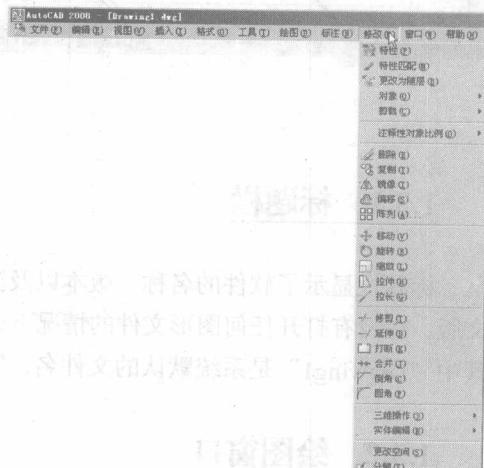

图 1-5
AutoCAD 2008 的菜单栏位于标题栏的下方，包括了“文件 (F)”、“编辑 (E)”、“视图 (V)”、“插入 (I)”、“格式 (O)”、“工具 (T)”、“绘图 (D)”、“标注 (N)”、“修改 (M)”、“窗口 (W)”和“帮助 (H)”等 11 个菜单，集合了 AutoCAD 2008 中的所有命令。用户只要单击其中的一个菜单，即可得到该菜单的子菜单，如图 1-5 所示，从子菜单中可以选择相应的菜单命令。